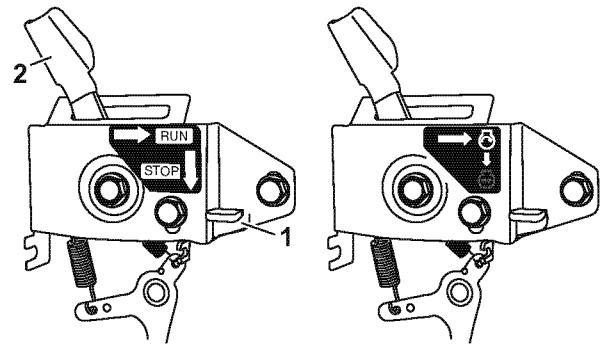

Abbildung 20
2. Falls die Motordrehzahlregelung **Abbildung 20** ähnelt, STOP-Knopf (1, **Abbildung 20**) drücken, und der Drehzahlregelungshebel (2, **Abbildung 20**) kehrt automatisch in die Position STOP zurück.